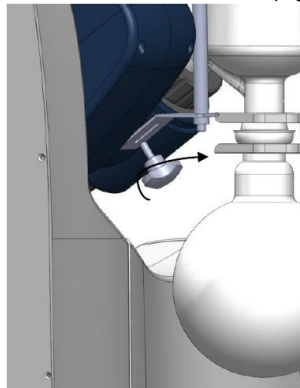

Figure 14
- Installer le dispositif de verrouillage de condenseur de verrerie verticale (Figure 14).